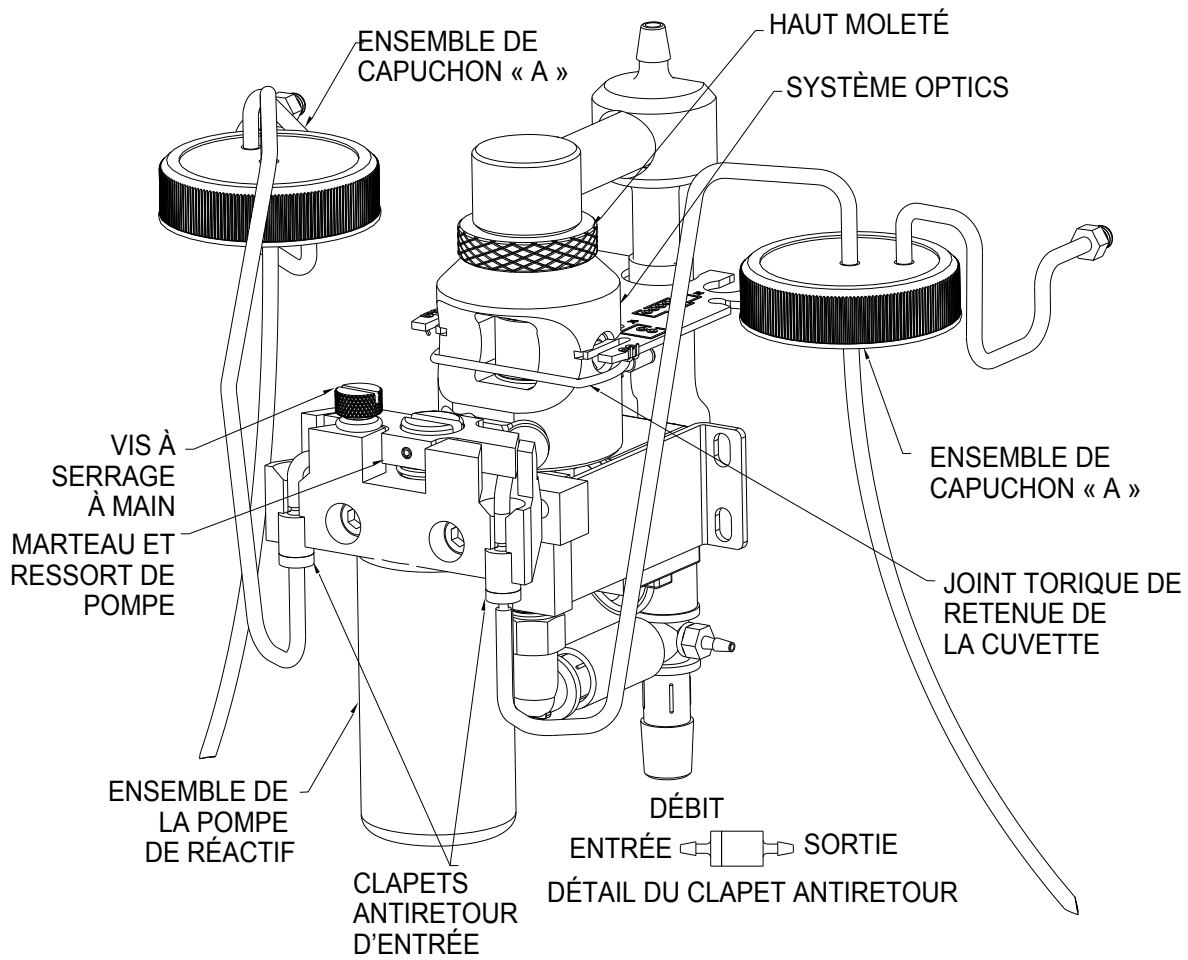

Figure 8 : Installation des tubulures de réactifs
La tubulure de la pompe peut nécessiter un remplacement plus fréquent car elle est sujette à l'usure de la « Pompe » du réactif. Les clapets antiretour ne devraient pas avoir besoin d'être remplacés et devraient être conservés. Veuillez noter que les clapets antiretour sont directionnels et que le côté « IN » est de diamètre plus petit (voir la Figure 8).
8. Voir la Figure 8 pour assurer une installation correcte.